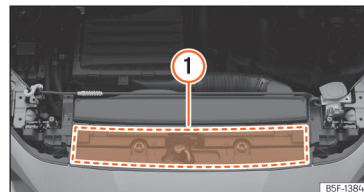

Abb. 227 Im Motorraum: Position des Aufklebers mit Motoröl-Spezifikationen
raums »» (Abb. 227) ①. Bei Verwendung des empfohlenen Motoröls kann das Motoröl so oft wie erforderlich nachgefüllt werden.